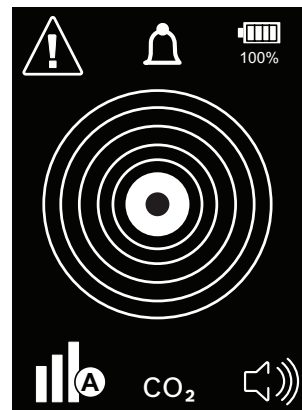

Fig. 4 : Écran d'accueil
- ⇒ Un écran d'accueil affiche alors toutes les icônes (voir Fig. 4).